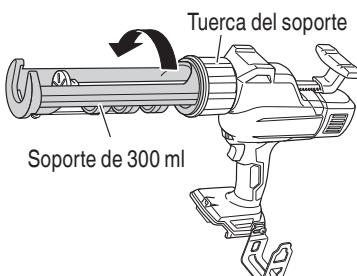

Fig. 10
- (1) Jale la tuerca del soporte y gire el soporte en la dirección de la flecha para removerlo del cuerpo principal. (Fig. 10)